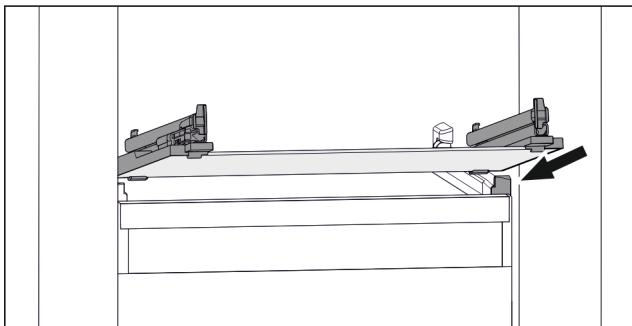

Fig. 52 Примерно изображение на стъклена плоча
- Поставете стъклена плоча под ъгъл зад ограничителите. (виж Fig. 52)